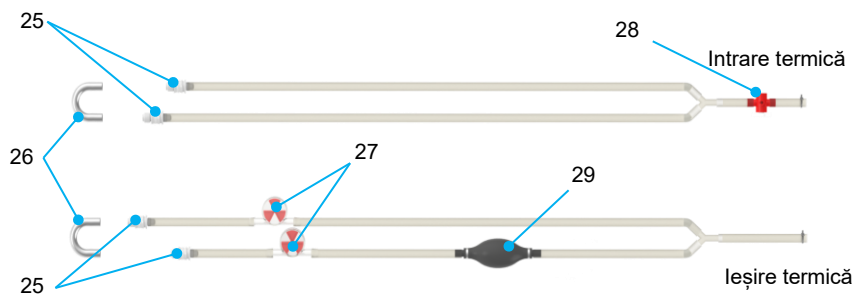

Figura 7 Tubulatură termică
Unitatea termică menține temperatura soluției de perfuzie circulante cu ajutorul elementelor Peltier. În funcție de temperatura setată, aceste elemente răcesc sau încălzesc circuitul intern de apă folosind efectul termoelectric. Pentru a transfera temperatura circuitului intern de apă la soluția de perfuzie, unitatea termică este conectată prin tuburi de silicon la porturile schimbătorului de căldură ale ambelor oxigenatoare. A se consulta Figura 7 și Figura 14. Orificiul de ieșire al unității termice este conectat la orificiul de intrare a apei al schimbătorului de căldură, iar orificiul de intrare al unității termice este conectat la orificiul de ieșire a apei al schimbătorului de căldură.
- Plasați tubulatura termică (Figura 7) cu cuplajul tubulaturii de apă (articolul 26) cât mai jos posibil. Asigurați-vă că, în timpul umplerii și eliminării aerului (secțiunea 2.3.1), intrarea și ieșirea unității termice (Figura 7, articolele 21 și 22) sunt în punctul cel mai înalt, astfel încât bulele de aer să se deplaseze spre unitatea termică.
- Strângeți în mod repetat balonul de eliminare a aerului (Figura 7, articolul 29) pentru a scoate cât mai mult aer posibil din tubulatura termică de pe partea HA.